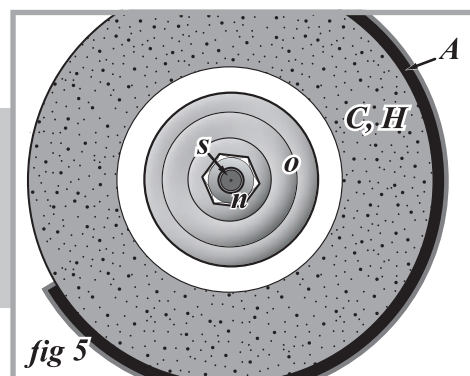

fig 5
2. Retirez l'écrou de blocage (n, fig 5), l'épaulement (o, fig 5) et la roue (C & M, fig 5).
- L'arbre (s, fig 5) sur le côté gauche de la meuleuse présente une filetage à gauche. L'écrou est dévissé dans le sens des aiguilles d'une montre.
- L'arbre (s, fig 5) sur le côté gauche de la meuleuse présente une filetage à gauche. L'écrou est vissé dans un sens antihoraire.
7. Remettre le couvercle sur la protection de la meule (A, fig 5).